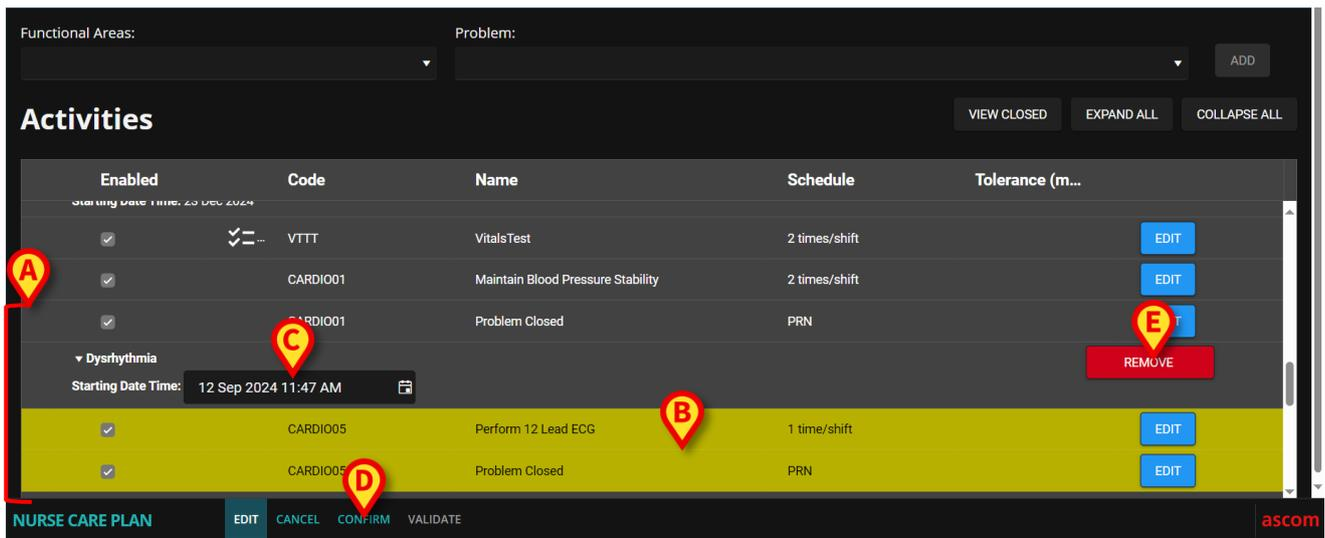

Fig 10
La lista de actividades cambia de la siguiente manera (Fig 10):
El nuevo problema se añade a la lista (Fig 10 **A**). Las actividades correspondientes aparecen en amarillo, lo que significa que aún no están confirmadas (Fig 10 **B**).
El día/hora actual se selecciona por defecto como fecha/hora de inicio del problema (Fig 10 **C**). Se puede editar. Para editar la fecha/hora, escriba el nuevo valor en el campo o haga clic en el icono  para seleccionar el valor con una herramienta de selección. La fecha/hora puede fijarse en el pasado (en caso de que el usuario esté documentando algo que ocurrió mucho antes de que fuera posible utilizar NCP) o en el futuro (en caso de que sea necesario preparar el plan con antelación). Los límites de tiempo seleccionables están dentro del plan existente, es decir: el tiempo de creación del plan es el límite en el pasado y la duración de validez del plan es el límite en el futuro.
El botón **Remove** (Eliminar) (Fig 10 **E**) permite eliminar el problema específico, y sólo ese. Si se edita un plan y se insertan varios problemas en el mismo procedimiento, este botón permite eliminar problemas individuales sin cancelar todo el procedimiento. El botón, por ejemplo, está presente junto a cada uno de los problemas al seleccionar un plan estándar (véase la sección 2.2). Tras la confirmación del plan (véase más abajo), el botón **Remove** (Eliminar) ya no estará disponible.
- Haga clic en **Confirm** (Confirmar) para confirmar los cambios realizados (Fig 10 **D**).
- 5) Ajuste el día/hora deseado, si es diferente de "ahora" (Fig 10 C).
- 6) Haga clic en **Confirm** (Confirmar) para confirmar los cambios (Fig 10 D).